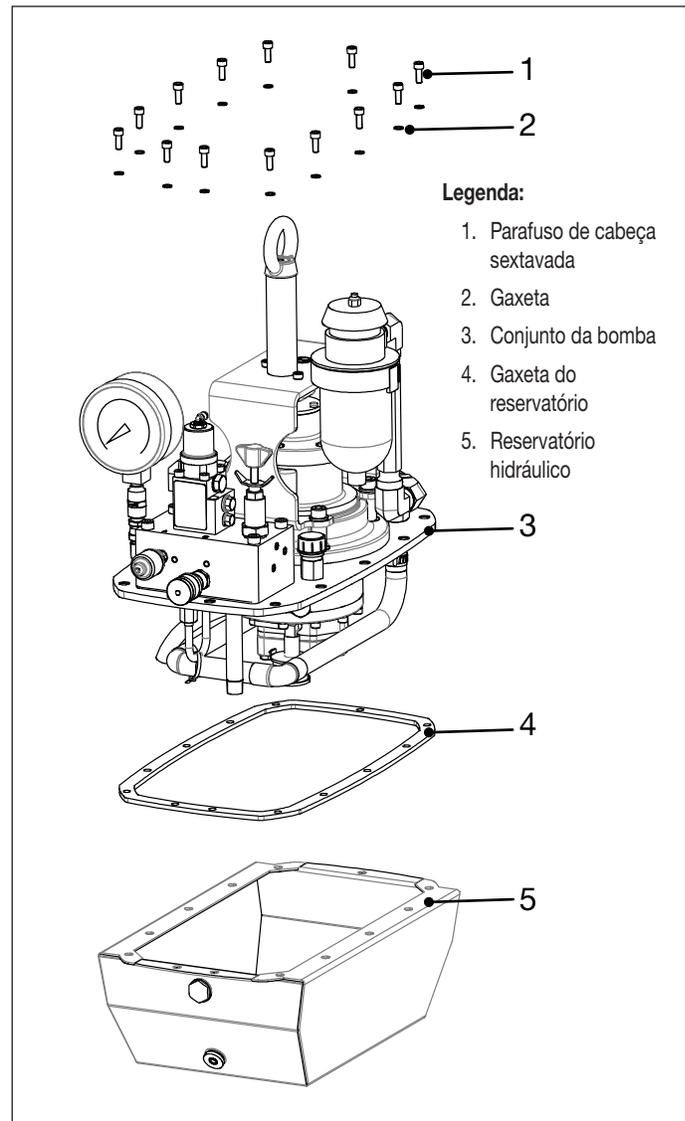

Figura 18: Conjunto da bomba e reservatório hidráulico
11. Conecte o guincho e eslinga ao olhal. Levante cuidadosamente o conjunto da bomba do reservatório hidráulico como uma unidade completa. Veja Figura 18.
16. Inspeção a gaxeta do reservatório. Substitua-a por uma gaxeta nova, se estiver gasta ou danificada. Veja Figura 18.
17. Após a limpeza, monte novamente o conjunto da bomba no reservatório hidráulico, seguindo as etapas 8 a 11 deste procedimento em ordem inversa. Aplique o veda rosca Loctite 243 em todos os parafusos de montagem da placa de cobertura e aperte-os com torque de 6,8-8,5 Nm [60-75 lb-in]. Veja Figura 18.